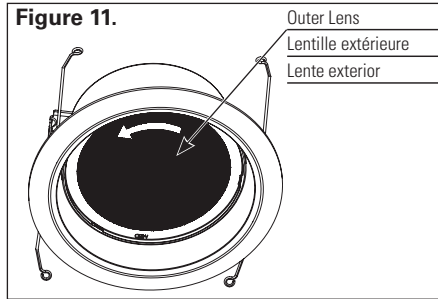

Figure 11.
1. Remove outer lens from module by rotating a few degrees counter clockwise figure 11.
1. Retirez la lentille extérieure du module en la faisant pivoter de quelques degrés dans le sens contraire des aiguilles d'une montre figure 11.
**Note:** Light distribution can be changed by flipping lens. (figure 11)
**Remarque :** La répartition de la lumière peut être modifiée en retournant les lentilles. (figure 11)